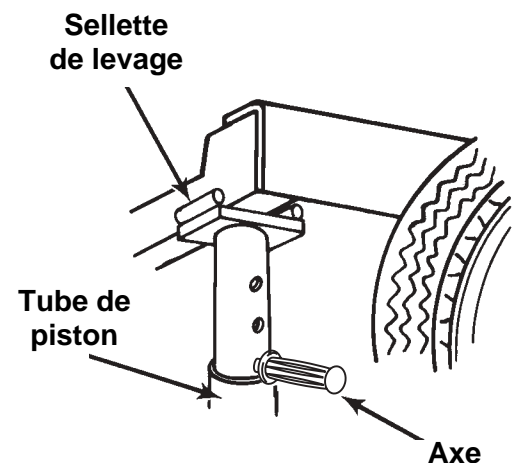

Figure 1
5. Avec le levier de la vanne de commande, mettre le cric sous pression jusqu'à ce que la sellette du cric arrive en contact avec la charge à lever. La sellette de levage doit faire un bon contact avec le point de levage en s'entourant autour du châssis, du pare-chocs ou du plateau, figure 1.